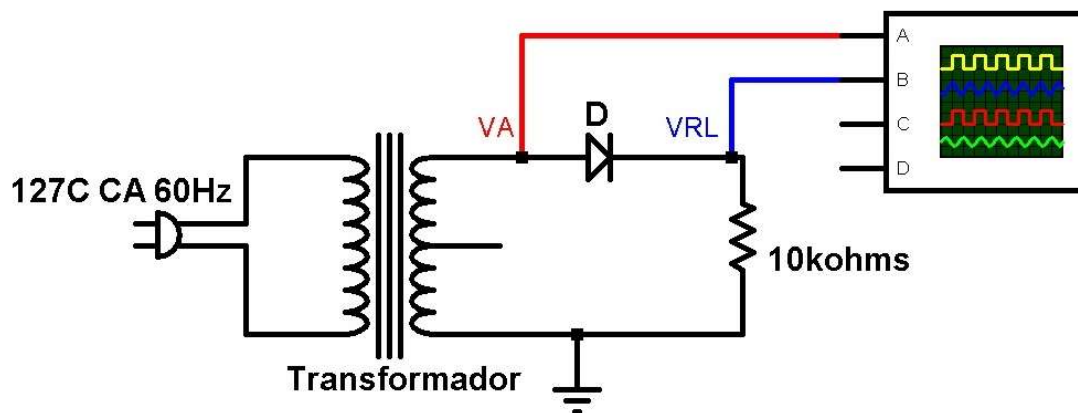

Fig. 8.- Circuito rectificador de media onda.
2. Armar el rectificador de media onda (con un diodo) y medir con el multímetro y osciloscopio los voltajes de rms y CD. Comparar con los cálculos realizados previamente (Fig. 8).